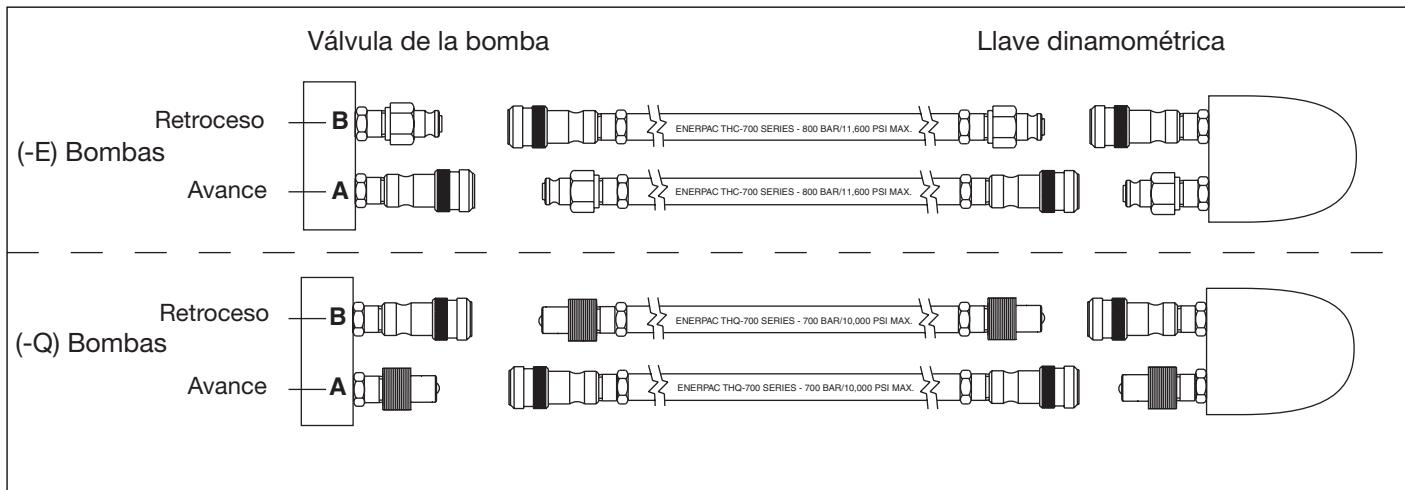

Figura 5, Detalles de la manguera
Conectar las mangueras como se indica en la figura 5.
2. (-Q) Tipo de bomba para las llaves dinamométricas S y W de Enerpac y de otras marcas comerciales: Usar mangueras "Enerpac serie THQ-700 - 700 bar/10,000 psi máx." Los acopladores se deben polarizar según la figura 5 para lograr un correcto funcionamiento de la llave. Garantizar que los acopladores estén completamente colocados y ajustados antes de su funcionamiento. Un ajuste parcial de los acopladores no permitirá un funcionamiento adecuado de la llave.